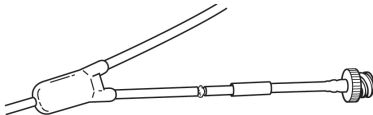

Fig. 13
4. Apply adhesive to the junction. (Fig. 13)
4. Der påføres klæbemiddel på samlingsstedet (fig. 13).